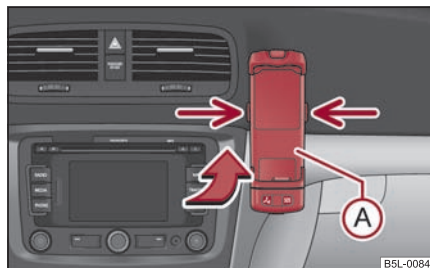

Fig. 156 Preparación universal para el teléfono
- Introducir primero el adaptador (A) en el soporte en sentido de la flecha ⇒ fig. 156 hasta el tope. Presionar ligeramente el adaptador hacia abajo hasta que se enclave de modo seguro.
- Montar el teléfono en el adaptador (A) (según las instrucciones del fabricante).
- Presionar al mismo tiempo los enclavamientos laterales del soporte y sacar el teléfono con adaptador ⇒ fig. 156. ■